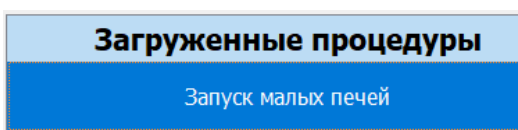

Рисунок 125 – Меню выбора области разработки и исполнения
1. Выбираем ЛКМ процедуру из списка загруженных см. Рисунок 125.